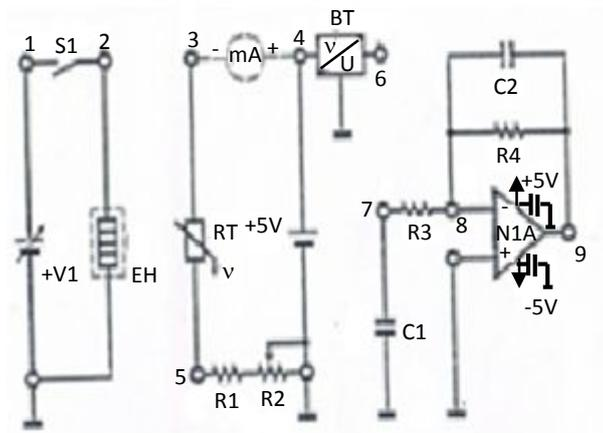
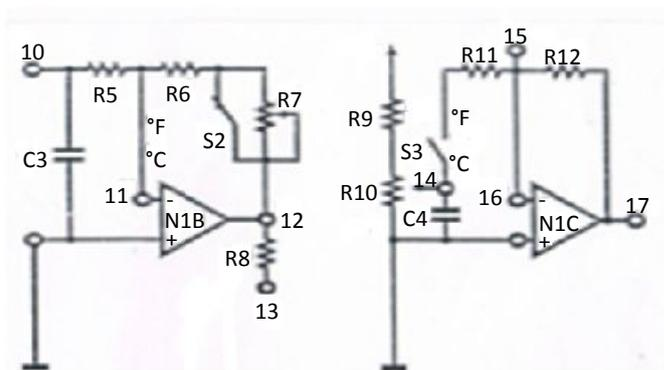

Figure 3 : Capteur de température et circuit de linéarisation
Figure 4 : Thermomètre électronique et réseau de conditionnement
Les trois blocs correspondent aux trois manipes (ou trois TP), ainsi notre travail de 1^{ère} TP situé dans le bloc de circuit N°1 (voir la figure 3 et 4). Cette bloc présente les capteurs de température (LM35- CTN), °C/°F, convertisseur et transducteur U/f. Il doit être possible d'effectuer les expériences suivantes: rapport entre CTN et LM35, fonction de linéarisation, fonction CTN, temps de réponse de la LM35, thermomètre électronique.
La figure 3 présente le capteur de température et linéarisation qui constituer de : une alimentation variable (+V) qui relié avec une résistance de puissance (EH) entre la bague 1 et la bague 2. Le capteur de température CTN
La figure 4 traduire un thermomètre électronique et un réseau de conditionnement. Pour comprendre le fonctionnement de ce dernier, on va donner les étapes de mesure de chaque circuit :
- Connecter la bague 6 (figure 3) et la bague 10 (figure 4 : thermomètre) ;
- Connecter la bague 13 et la bague 15 (figure 4 : réseau de conditionnement) ;
La thermistance (RT) est une résistance qui change de valeur en fonction de la température, voir la figure 3. Les thermistances ont une plage d'utilisation de -80°C à $+700^{\circ}\text{C}$.
- 1) Avec le circuit éteint connecter un multimètre entre la bague 5 et la masse (GND) et mesurer la résistance de la thermistance (RT) (figure 3).
② *Thermomètre Électronique*
- 30) S'assurer que l'interrupteur S2 soit sur °C (figure 4)